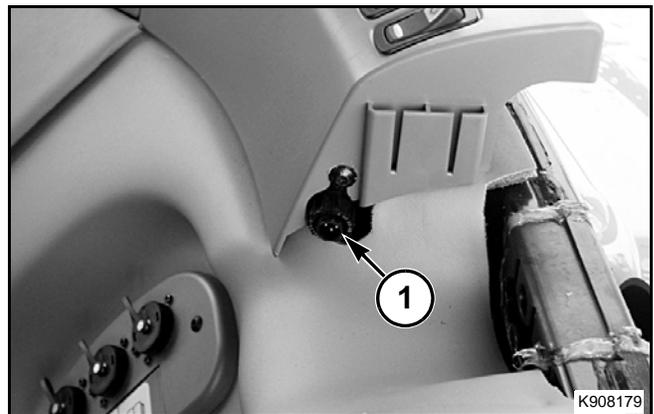

FIG. 144
FIG. 144: Algunos controles electrónicos del implemento usan la señal del radar. Los implementos que requieren señal pueden usar el conector de cuatro clavijas (1).